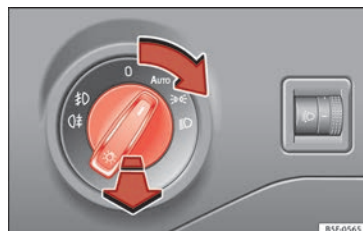

Bild 36 Instrumentbräda: ljusreglage.
- Vrid reglaget till önskat läge » bild 36.